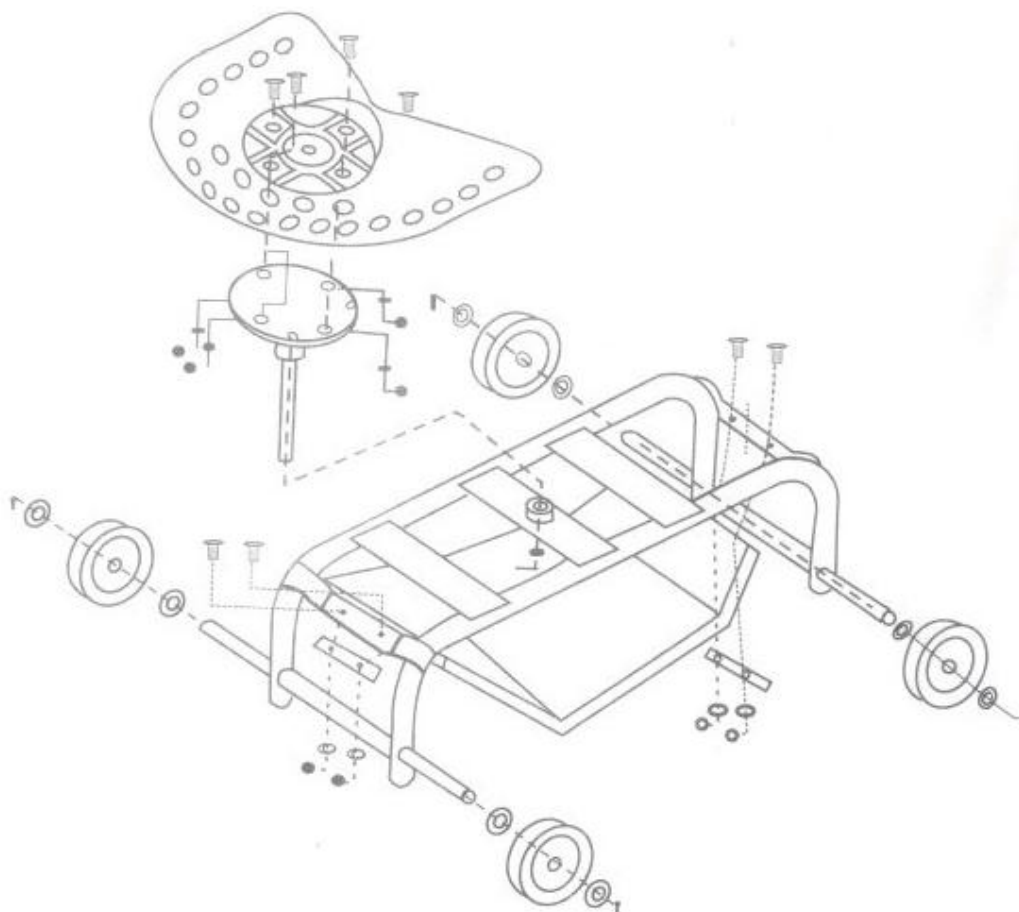

Bild 1
- Placera ramen som det visas i bild 1.